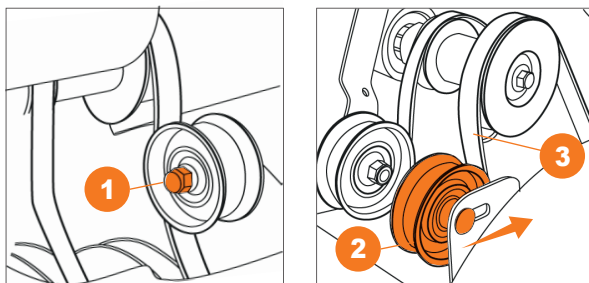

Рис. 17
- В случае если щетка не вращается или перестает вращаться под нагрузкой и регулировка натяжения троса не дает результата, необходимо произвести натяжку приводного ремня при помощи прижимного ролика (Рис. 17).
- Ослабьте гайку ❶, крепления ролика натяжения ремня.
- Переместите ролик ❷ к ремню привода, не допускайте его касания и затяните гайку.